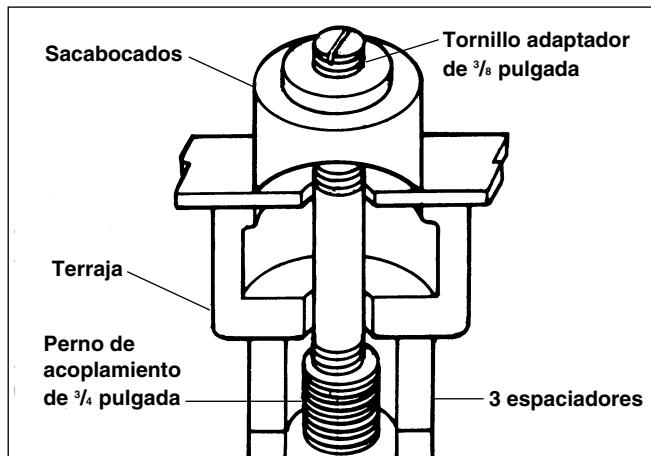

Figura 3 – Perforación de agujeros de $\frac{1}{2}$ pulgada
5. Coloque la terraja de $\frac{1}{2}$ pulgada sobre el perno de acoplamiento de $\frac{3}{8}$ pulgada, pase el extremo del perno por el agujero piloto recién perforado y rosque el sacabocados al extremo del perno, de tal manera que las puntas apenas toquen el material (Figura 3). Haga funcionar la bomba como se describe a continuación.